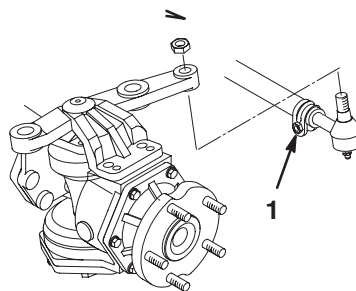

Bild 3
1. Nehmen Sie die Splints und Muttern vom Kugelgelenk der Spurstange ab. Setzen Sie das Kugelgelenk in das hintere Loch jedes Achsenlenkarms. Setzen Sie die Kugelgelenke von der Unterseite jedes Lenkarms ein (Bild 3).